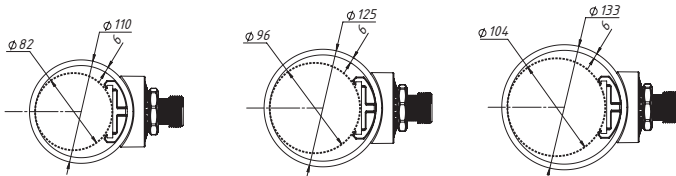

Рисунок 13
**ВНИМАНИЕ!** Установленное основание адаптера уменьшает монтажный диаметр скважины. Учитывайте данный параметр при выборе и установке погружного насоса (рисунок 13).